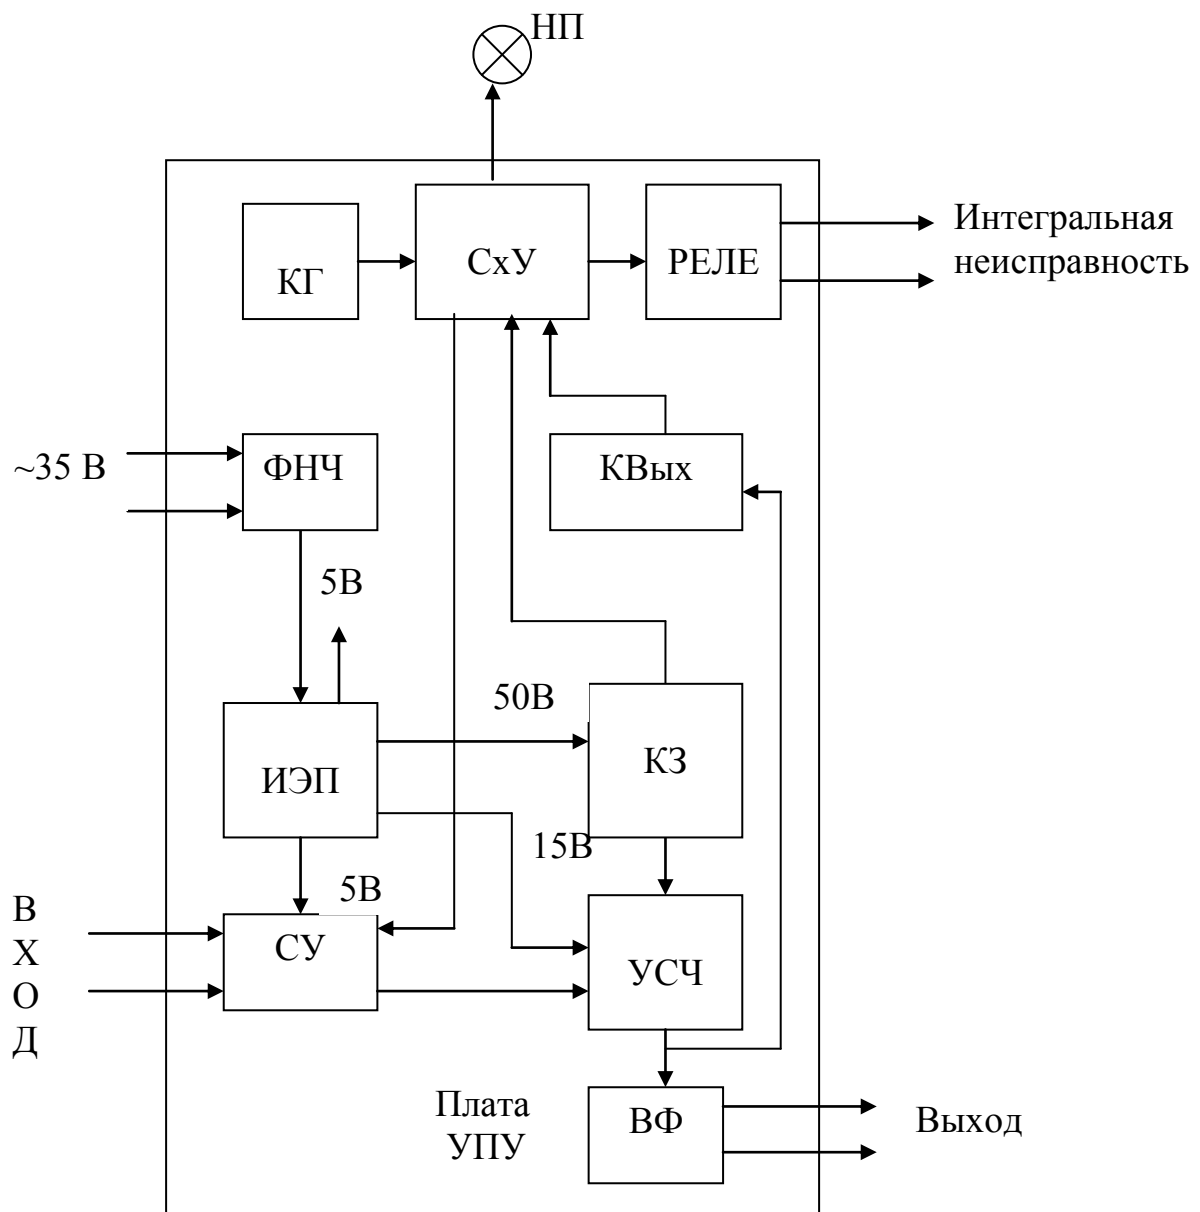

Рис. 2
1.2.1.1 Структурная схема УПУ представлена на рис.2 и включает в себя плату УПУ, состоящую из следующих функциональных узлов: